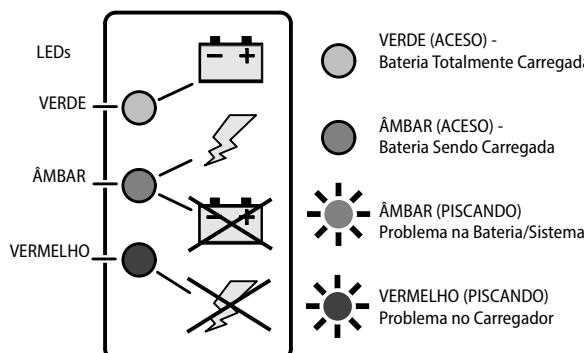

Figura 3-5. Adesivo do Carregador dos LEDs Indicadores
3. Quando ligado, o carregador passa por um indicador de LED de autoteste de curto. Os indicadores de LED do carregador de bateria (*Figura 3-5.*), piscam em sequência por 2 segundos. Estes indicadores de LED podem ser observados pela abertura do painel traseiro, onde o cabo elétrico do carregador é acessado.